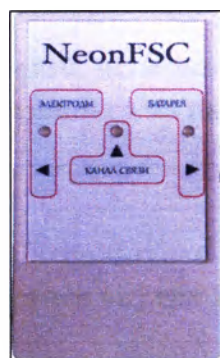
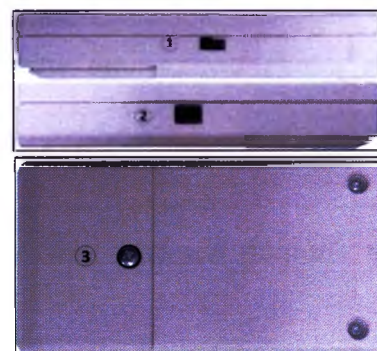

Рисунок 3. – Лицевая панель Регистратора.
Рисунок 4. – Вид Регистратора (справа, слева, снизу).
На Рисунок 3 и Рисунок 4 показаны элементы управления, индикации и подключений, расположенные на лицевой стороне Регистратора.
- откройте крышку батарейного отсека на задней стороне Регистратора, предварительно удалив фиксатор (Рисунок 3);